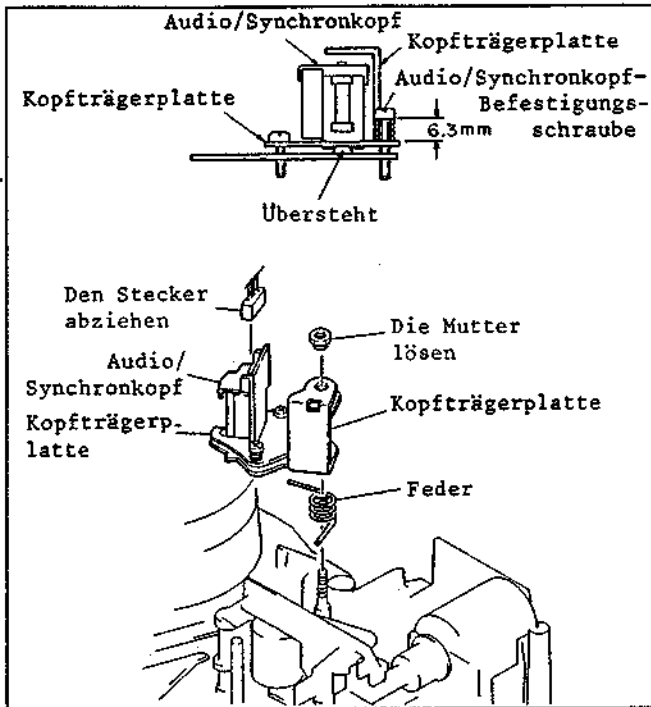

Abb. 7-2 Audio/Synchronkopf
2. Audio/Synchronkopf (Abb. 7-2)